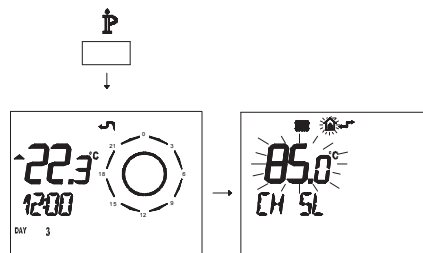

Figura 5.57
- Premere per più di 3 secondi il pulsante  para per entrare in modalità **INFO** (Figura 5.57).